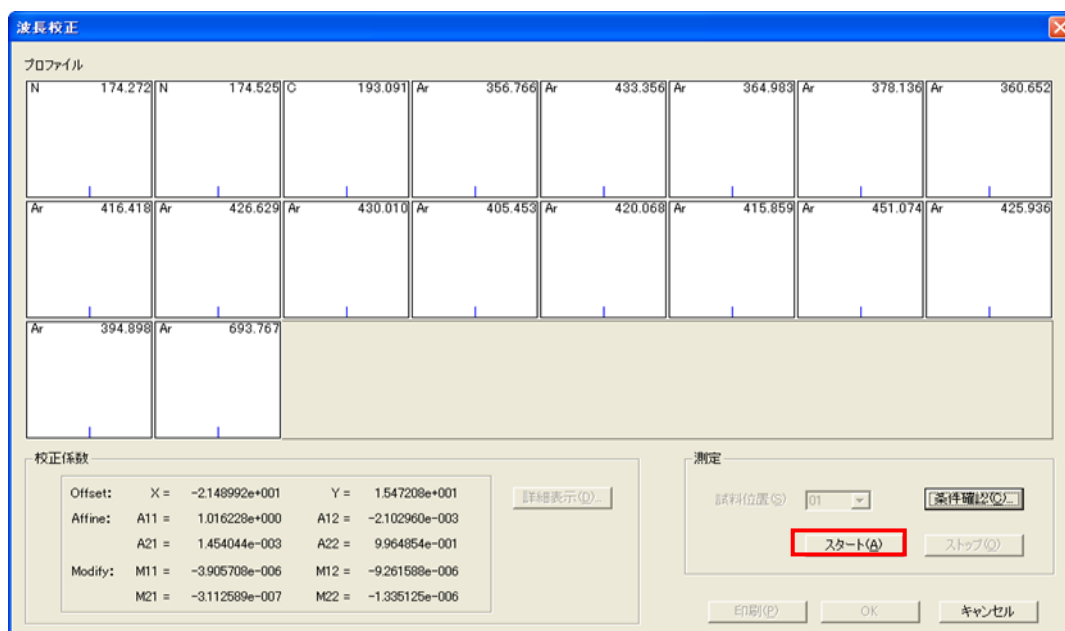

図 35
- ⑦ 波長校正用試料（超純水）を導入し、[スタート]ボタンをクリックします。図 35